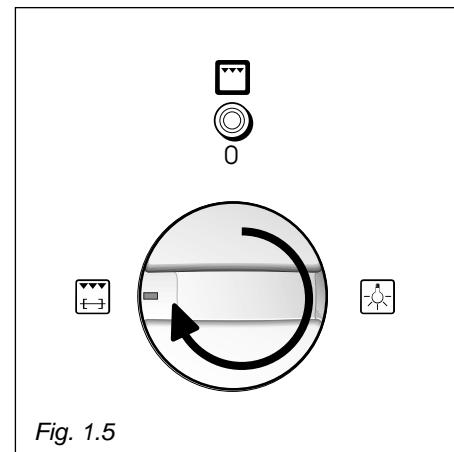

Fig. 1.5
Ruotando in senso orario la manopola dell'interruttore (fig. 1.5) sul simbolo grill si avrà l'accensione del grill elettrico e del motore del girarrosto.
- Mettere in funzione grill e girarrosto ruotando l'apposita manopola (fig 1.5) sul simbolo .